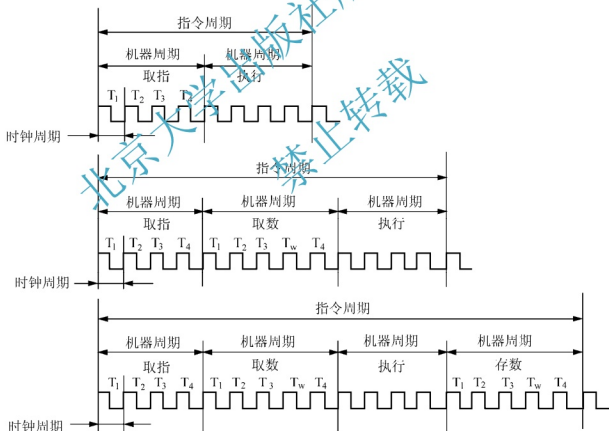
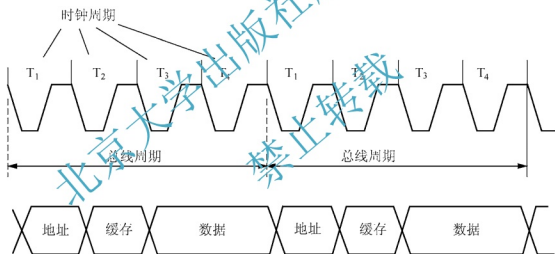

图 2.11 时钟周期、机器周期、指令周期的组成
图 2.12 典型的 8086/8088 总线周期序列
(1) 时钟周期:又称为 T 周期或 T 状态,由时钟发生器产生。时钟周期是计算机内部最小的时间单位,由计算机的主频决定。例如,8086/8088 的时钟频率(或主频)为 5MHz,故时钟周期(或 1 个 T 状态)为 200ns。
(2) 机器周期:计算机完成一个基本操作所花费的时间。在计算机中,为了便于管理,常把一条指令的执行过程划分为若干个阶段,每一阶段完成一项工作。例如,取指令、读内存、写内存等,每一项工作称为一个基本操作,完成一个基本操作所需要的时间称为机器周期。机器周期一般由若干个时钟周期组成,如图 2.11 所示。
或 I/O 接口存取一个字节或一个字时,就需要一个总线周期。8086/8088 CPU 的总线周期通常包含 4 个时钟周期,分别以 T_1 、 T_2 、 T_3 、 T_4 表示,如图 2.12 所示。在 T_1 状态 CPU 把要读/写的存储单元的地址或 I/O 端口的地址放到地址总线上。若是“写”总线周期,CPU 从 T_2 起到 T_4 ,把数据送到总线上,并写入内存单元或 I/O 端口;若是“读”总线周期,CPU 则从 T_3 起到 T_4 从总线上接收数据, T_2 状态时总线浮空,允许 CPU 有个缓冲时间把输出地址的写方式转换成输入数据的读方式。另外,快速的 CPU 与慢速的内存和 I/O 接口交换信息时,为了防止丢失数据,通常会在总线周期的 T_3 和 T_4 之间插入一些必要的等待状态 T_w (图 2.11),用来给予必要的时间延时。在等待状态期间,总线上的信息保持不变,其他一些控制信号也都保持不变。
8088 中不同指令的指令周期是不等长的。因为,一方面一条指令的长短有所不同,大部分指令是 2 字节,最短的指令只有 1 字节,最长的指令可能要 6 字节;另一方面,指令执行的时间也不一样,指令的最短执行时间是两个时钟周期,一般的加、减、比较、逻辑操作是几十个时钟周期,最长的为 16 位乘除法指令,约要 200 个时钟周期。指令周期一般由若干个机器周期组成,如图 2.12 所示。